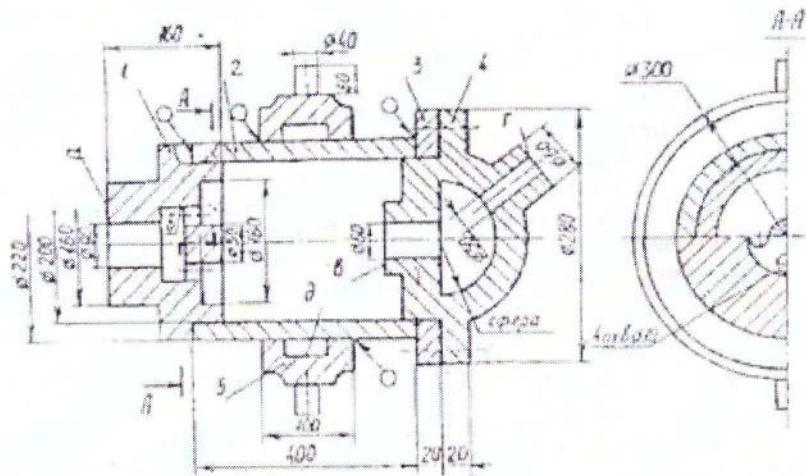

Рис. 2. Учебный узел 2
5. Сварить детали 1 и 2 (материал - сталь 40, производство - массовое), рис. 2.
5. Произвести сварку деталей 2 и 4 (материал - сталь 40, производство - единичное), рис. 2. Пояснить причину образования сварочных напряжений при сварке.